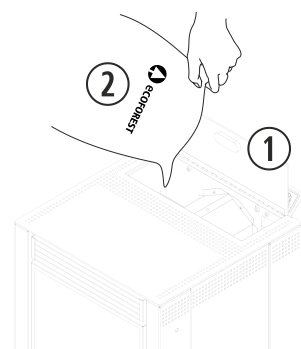
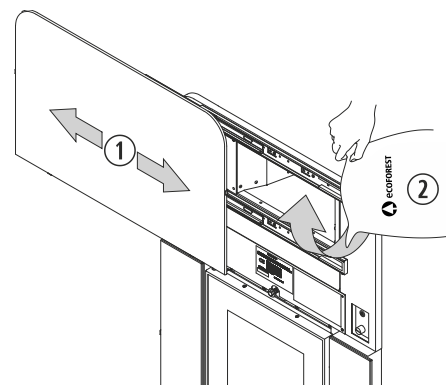
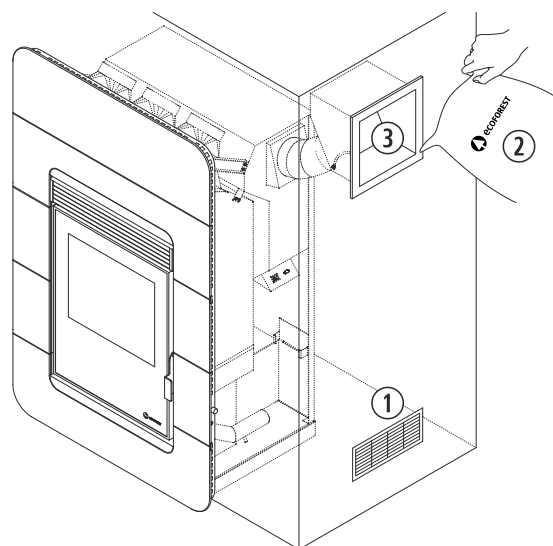
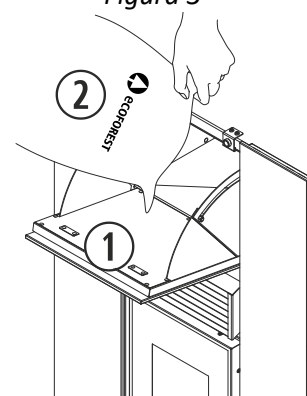

Figura 1
Figura 2
Figura 3
Figura 4
- 2.10. Para carregar o combustível no fogão, temos de abrir a tampa do funil de carga e esvaziar o saco de combustível com cuidado para evitar transbordamento de combustível, consulte a *figura 1* (Dubai). No modelo Kiev Insert (*figura 2*) deslizar para a esquerda a porta que da para o funil, para encher. Recomendamos carregar o funil quando o fogão está frio. Se o fogão é um modelo Oslo Insert (*figura 3*), a carga é feita pela porta de carregamento pellet que deve ser instalada na decoração (lado direito ou esquerdo). A *figura 4* mostra o acesso para a carga de combustível no modelo Boston Insert. Para outros modelos, a carga é realizada de forma semelhante ao modelo Dubai.
①	Tampa do depósito.
②	Combustível.